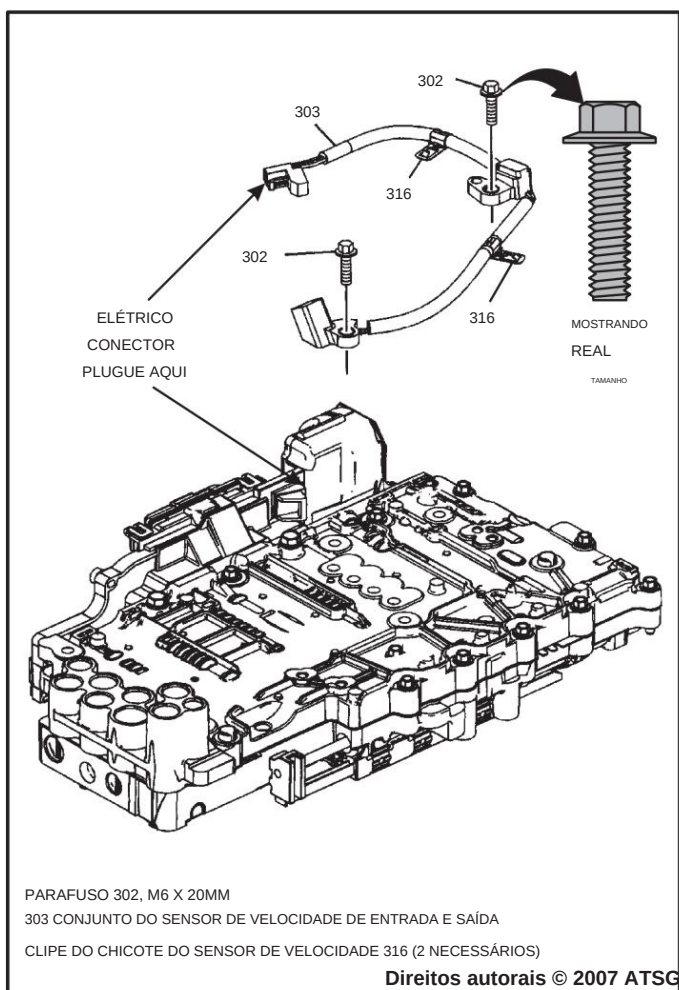

Figura 151
34. Instale o conjunto do sensor de velocidade de entrada e saída, conforme mostrado na Figura 151, e aperte os parafusos de retenção com 12 N·m (106 pol.lb.).
35. Conecte o chicote de fios do sensor de velocidade no TCM, conforme mostrado na Figura 151.